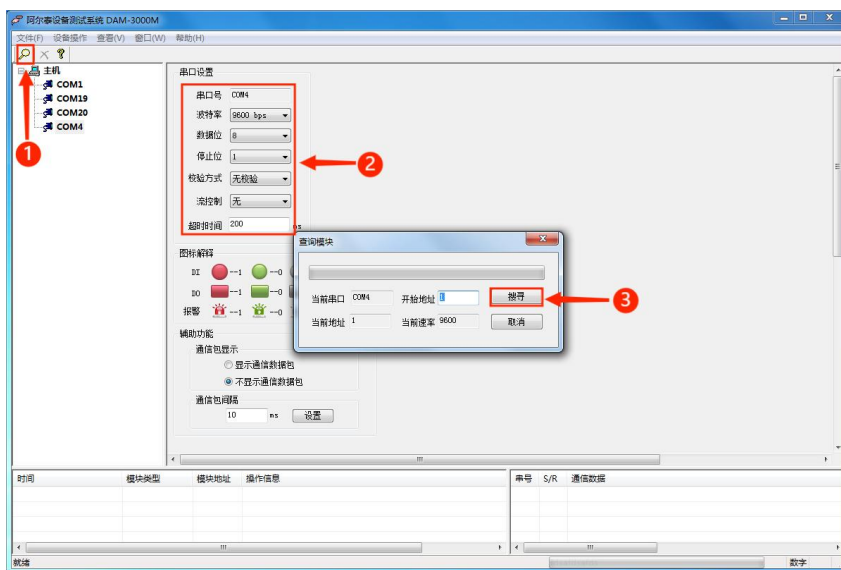

图 15
- 1) 连接好模块后上电，打开 DAM-3000M 高级软件，点击连接的串口，出现下面界面，点击如图 15-①弹出对话框，图 15-②可以选择设置搜索模块参数，图 15-③点击搜索可对模块进行搜索。